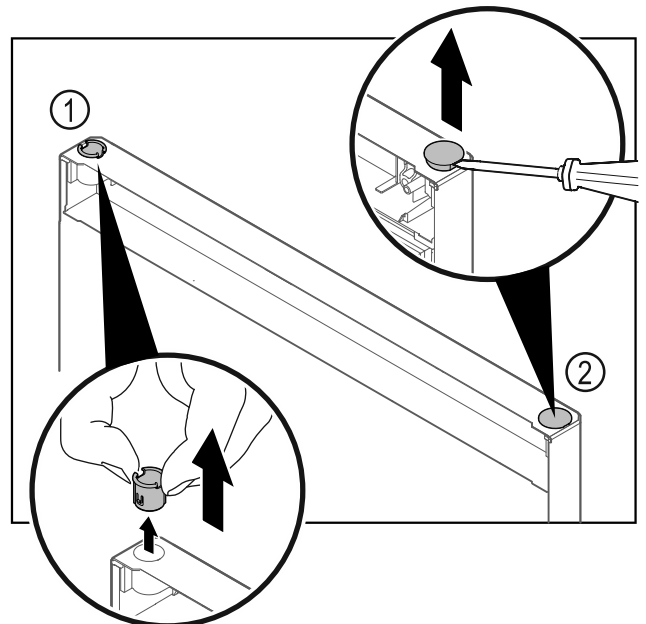

Fig. 22 Dera e ndarjes së ftohjes
- Nxirrni jashtë bokullën e menteshës Fig. 22 (1) me gishta.
- Ngrini lart me kujdes tapën mbuluese Fig. 22 (2) me një kaçavidë me kokë petë dhe nxirrni jashtë.